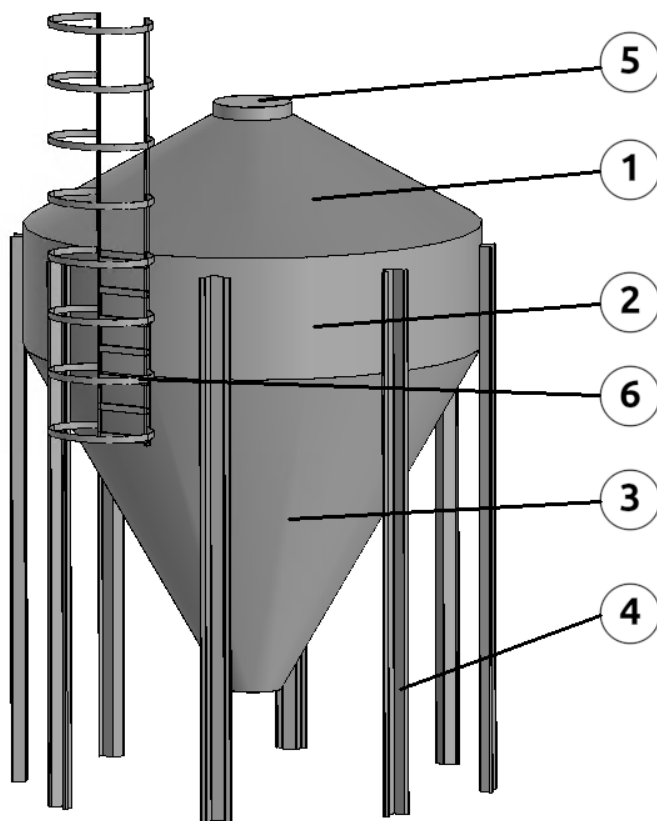

Рисунок 2.1
Основными элементами бункера (рис. 2.1) являются емкость и опорные стойки (ноги). Емкость, в свою очередь, разделяется на верхний конус (крыша) (1), цилиндрическую часть (2) и нижний конус (воронку) (3). Все элементы емкости изготавливаются из металлических листов (фрагментов), форма которых соответствует каждой ее части. Количество и толщина фрагментов каждой части зависит от объемного параметра бункера. Обязательное оцинкование всех деталей бункера предотвращает их коррозию и гарантирует долгий срок службы. Во все стыки фрагментов укладывается ленточный уплотнитель, что предотвращает попадание влаги внутрь емкости. Также бункер комплектуется лестницей с ограждением для удобства его обслуживания (6). Дополнительно бункеры могут быть укомплектованы системой взвешивания.